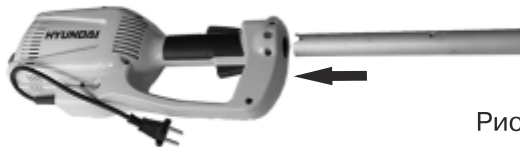

Рис. 2
- Совместите V-образный вырез на штанге с отверстием под крепежный болт на корпусе двигателя. См. рис. 2.